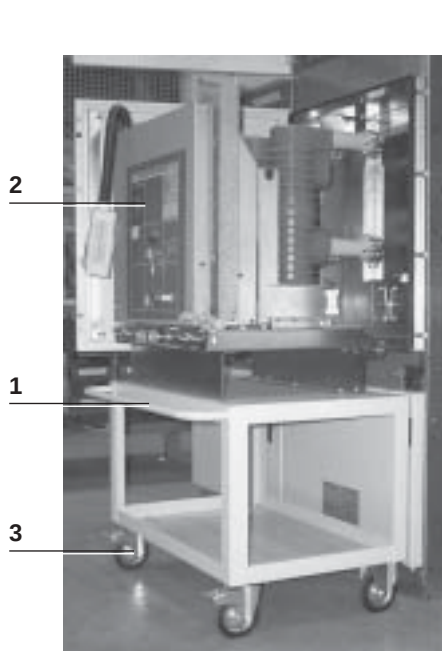

Fig. 44a
- (1) Passaggio da interruttore estratto alla posizione di "sezionato"
- sollevare l'apparecchio (2) (fig. 44a) e adagiarlo sul carrello di movimentazione (1) (fig. 44a) seguendo le istruzioni indicate al par. 4 "Movimentazione dell'interruttore con carrello";
- accostare il carrello al quadro (fig. 44a)
- inserire la staffa di aggancio (4) (fig. 44b - c), e bloccare le ruote (3) (fig. 44a);
- sbloccare le ruote (3) (fig. 44a) sollevare la staffa di aggancio (4) (fig. 44f) e allontanare il carrello dal quadro.
- (1) *Switching from circuit-breaker withdrawn to "isolated" position*
- *lift the apparatus (2) (fig. 44a) and place it on the handling truck (1) (fig. 44a), following the instructions in par. 4 "Circuit-breaker handling by means of truck";*
- *draw the truck close to the switchboard (fig. 44a);*
- *insert the hooking bracket (4) (fig. 44b - c), and block the wheels (3) (fig. 44a);*
- *unlock the wheels (3) (fig. 44a), lift the hooking bracket (4) (fig. 44f) and remove the truck from the switchboard.*
- sbloccare il connettore mobile (1) ed estrarlo dalla presa fissa del contenitore (2);
(3) Passaggio dalla posizione di "sezionato" a "estratto"
- accostare il carrello al quadro (fig. 44a);
- inserire la staffa di aggancio (4) fig. 44b - c e bloccare le ruote (3) (fig. 44a);
- lasciare libere le maniglie e continuare l'estrazione finché l'interruttore si blocca con le maniglie (fig. 44a) che scattano lateralmente bloccando l'interruttore sul carrello.
- sbloccare le ruote (3) (fig. 44a) e sollevare la staffa di aggancio (4) (fig. 44f);